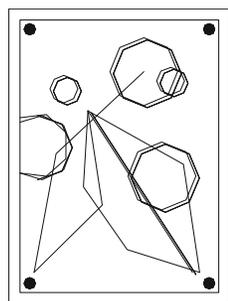

图 8-1-33
为 15 的装饰钉，并在矩形中随意绘制一些画以示彩绘玻璃，如图 8-1-33 所示。
**STEP 18** 使用复制命令 COPY 对如图 8-1-33 所示的画，复制三份放到如图 8-1-34 所示的位置。